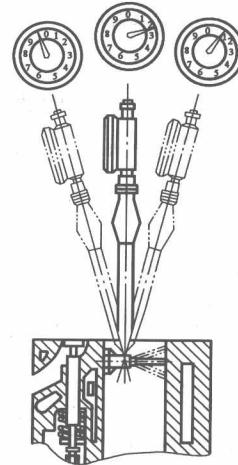

图 1-17 量缸表的使用方法
1) 如图 1-16 所示，一只手拿住绝热套，另一只手尽量托住表杆下部，轻轻摆动表杆，如图 1-17 所示，使内径百分表测杆与气缸轴线垂直（可通过观察百分表指针摆动情况来判断，当表针指示到最小数值时，即表示测杆已垂直于气缸轴线）。